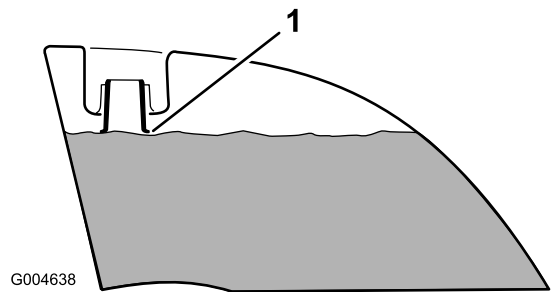

Figure 40
4. Remplissez les deux réservoirs de carburant jusqu'à ce que le niveau atteigne de la base du goulot de remplissage (Figure 40). **Ne remplissez pas excessivement les réservoirs de carburant.**